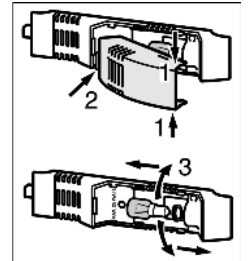

Fig. 17
- ▶ A lámpa borítóját *Fig. 17 (1)* fogja meg fent és lent.
- ▶ A lámpa borítóját hátul pattintsa ki és akassza le *Fig. 17 (2)*.
- ▶ Cserélje ki a lámpát *Fig. 17 (3)*.